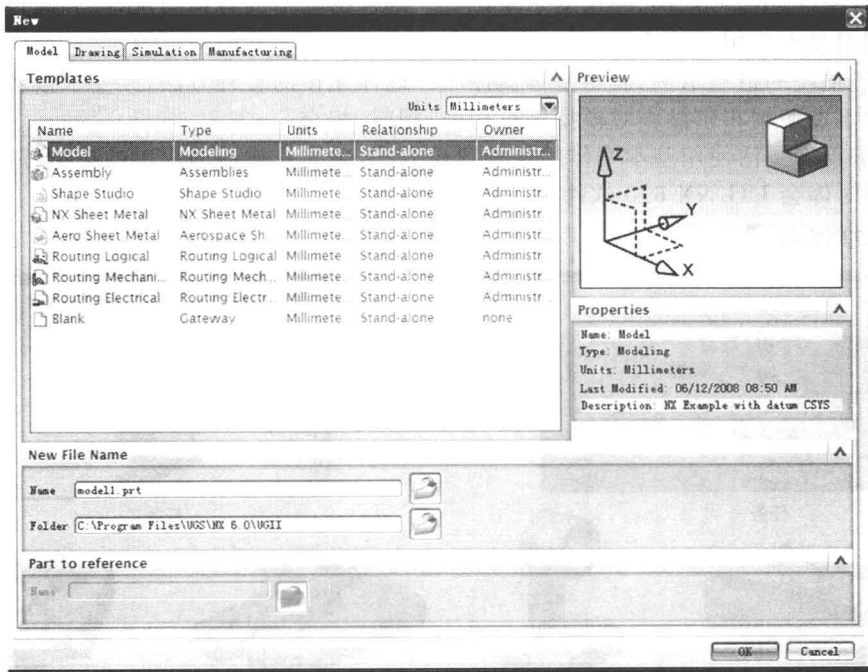

图 1-2 New(新建)对话框
(2) 单击“New”图标,在弹出的 New(新建)对话框中输入文件名称(只能使用英文字母或数字,长度不超过 26 个字符)、选择类型(模块)、设置单位,单击“OK”按钮,如图 1-2 所示。